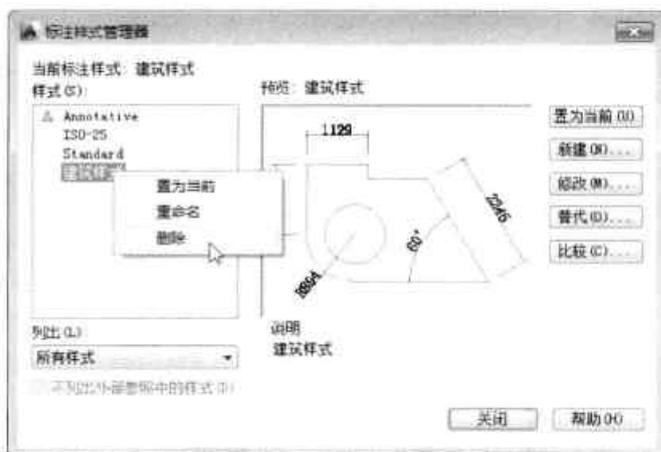

图9-19 选择“删除”选项
Step 02 单击鼠标右键，在快捷菜单中选择“删除”选项，如图9-19所示。